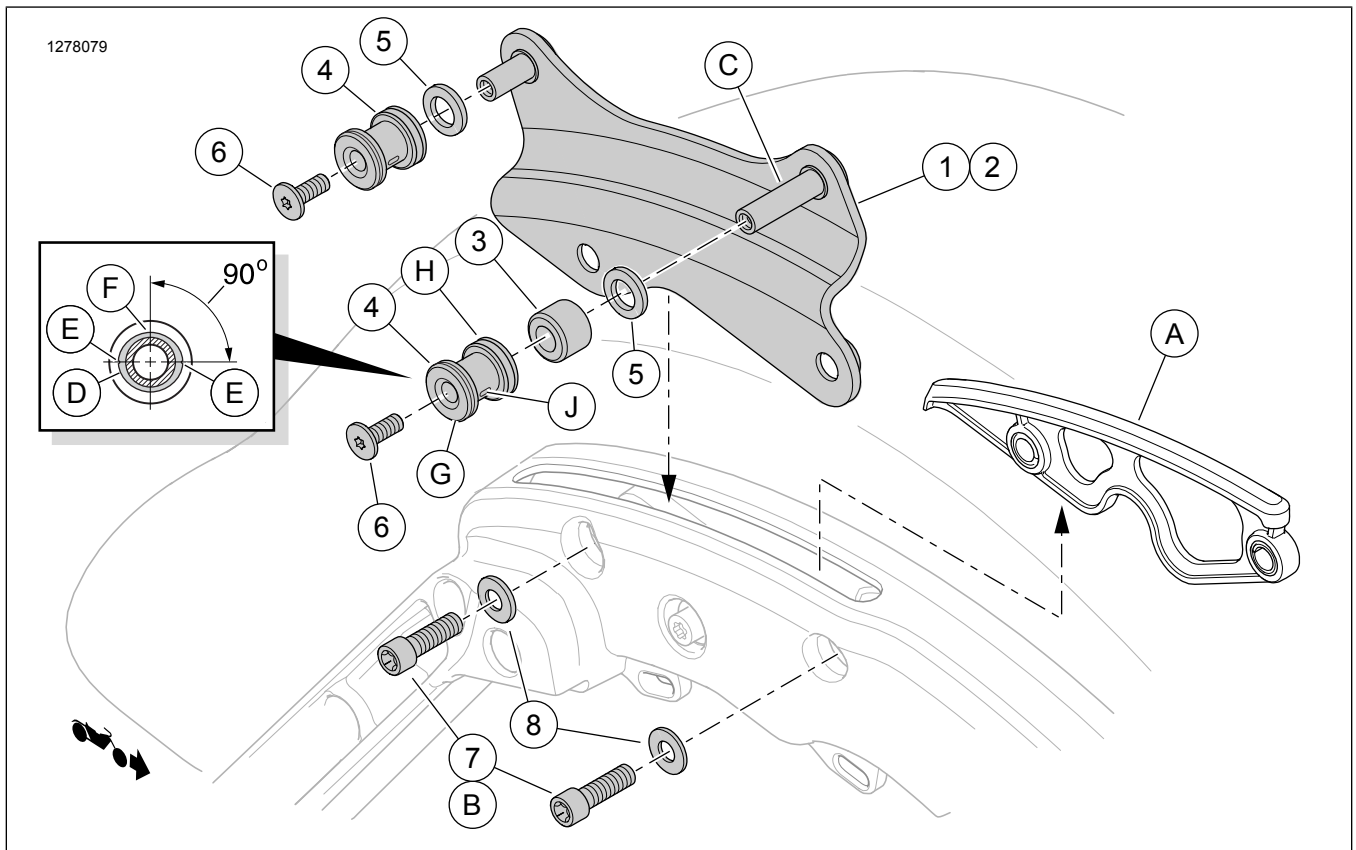
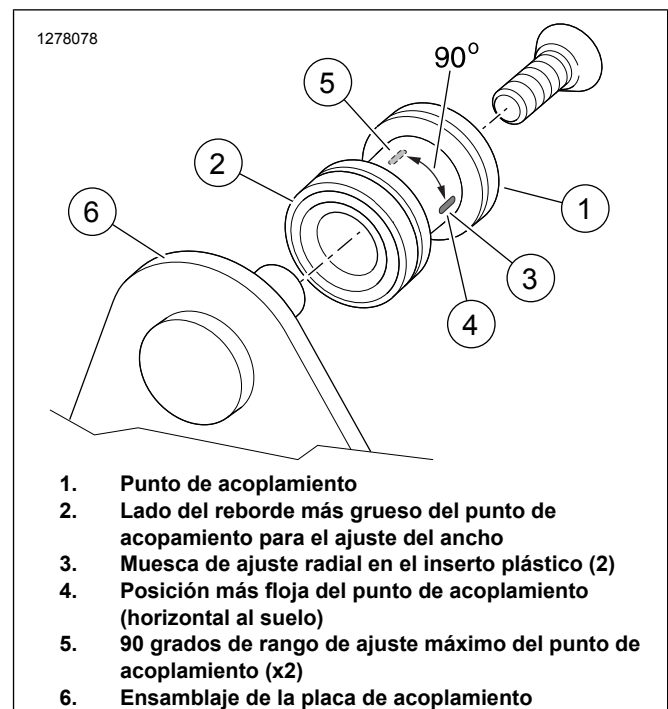

Figura 1. Contenido del kit: Kit de elementos de sujeción de acoplamiento desmontable de cuatro puntos ajustables
Figura 2. Instalación del punto de acoplamiento
3. Ver Figura 1 . Quitar dos tornillos (B) del soporte de la alforja de cada lado.
4. Levantar los insertos de la cubierta de la ranura (A) de las ubicaciones.
Ver Figura 1 . No instale los espaciadores de ajuste del ancho (5) en este momento.
- a. Deslizar un espaciador (3) sobre el conector largo (C) de cada placa de acoplamiento.
- b. Deslizar un punto de acoplamiento (4), reborde (H) **más grueso** en primer lugar, en cada conector de placa de acoplamiento.
- c. Instale los tornillos (6) en los pasadores de la placa de acoplamiento.
- d. Ver Figura 2 . Girar cada punto de acoplamiento para colocar las muescas de manera horizontal (4).
Ver Figura 2 .
- b. Ver Figura 1 . Extraiga el tornillo (6) y el punto de acoplamiento (4) de los cuatro pasadores de la placa de acoplamiento.
- d. Aplicar 2 o 3 gotas de sellador para roscas en las roscas de cada tornillo (6). Instalar los tornillos
- e. Ver Figura 2 . Girar cada punto de acoplamiento para colocar las muescas de manera horizontal (4). Ajuste los tornillos hasta que queden ajustados.
- a. Ver Figura 1 . Quitar todos los componentes de los cuatro conectores de la placa de acoplamiento.
- b. Instale los espaciadores de ajuste del ancho (5) en cada punto de acoplamiento.
- c. Instale el espaciador (3) sobre el pasador más largo (C) de cada placa de acoplamiento.
- e. Aplicar 2 o 3 gotas de sellador para roscas en las roscas de cada tornillo (6). Instalar los tornillos
- f. Ver Figura 2 . Girar cada punto de acoplamiento para colocar las muescas de manera horizontal (4). Ajuste los tornillos hasta que queden ajustados.
- a. Aflojar los tornillos (6).
- b. Ver Figura 2 . Girar los puntos de acoplamiento (1) suavemente para sacarlos de la posición horizontal (4).
- d. Continúe girando ligeramente hacia la posición vertical (5) alejándose de la posición horizontal (4) hasta que quede bien ajustado en cada ubicación.
5. Ver Figura 1 . Fijar los tornillos del conector de la placa de acoplamiento (6). Apretar.
1. Ver Figura 1 . Registrar la posición actual de la muesca para cada punto de acoplamiento. Quitar los tornillos (6) de los cuatro conectores de la placa de acoplamiento.